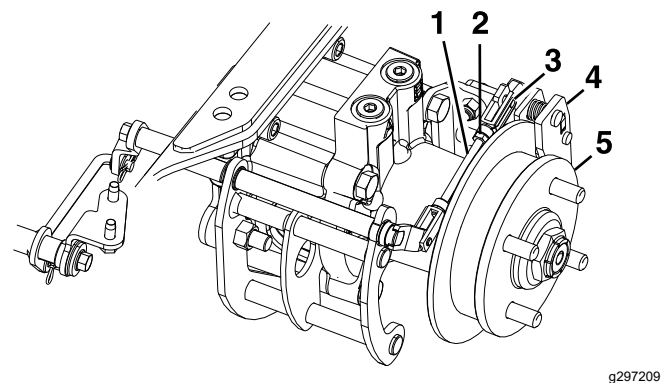

Figure 89
8. Retirez l'axe de chape élastique de la tringlerie arrière et de l'étrier (Figure 89).
12. Serrez l'écrou de blocage sur la tringlerie arrière (Figure 89).